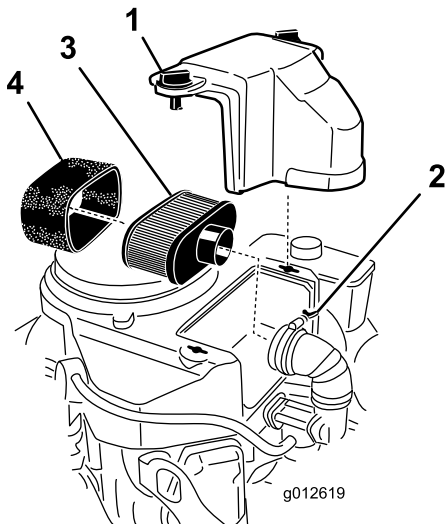

Figure 38
- Nettoyez la surface autour du filtre à air pour éviter que des impuretés n'endommagent le moteur en tombant à l'intérieur (Figure 38).
- Dévissez les boutons du couvercle et déposez le couvercle du filtre à air (Figure 38).
- Dévissez le collier et déposez le filtre à air (Figure 38).
- Sortez délicatement l'élément en mousse de l'élément en papier (Figure 38).
- Glissez délicatement l'élément en mousse sur l'élément en papier (Figure 38).
- Posez le filtre à air complet sur sa base ou sur le flexible et fixez-le en position (Figure 38).
- Mettez le couvercle du filtre en place et serrez les boutons (Figure 38).
- Nettoyez l'élément en papier en le tapotant pour faire tomber la poussière. Remplacez-le s'il est très encrassé (Figure 38).